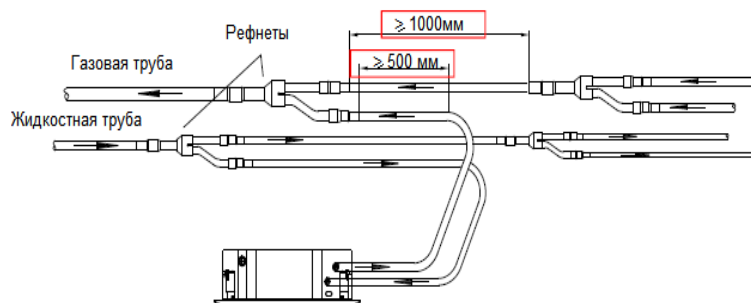

Рис.2.5
- Максимальное расстояние между рефнетами на одной трубе должно быть не менее 1000мм, максимально расстояние от рефнета до поворота не менее 500 мм.(рис.2.5)